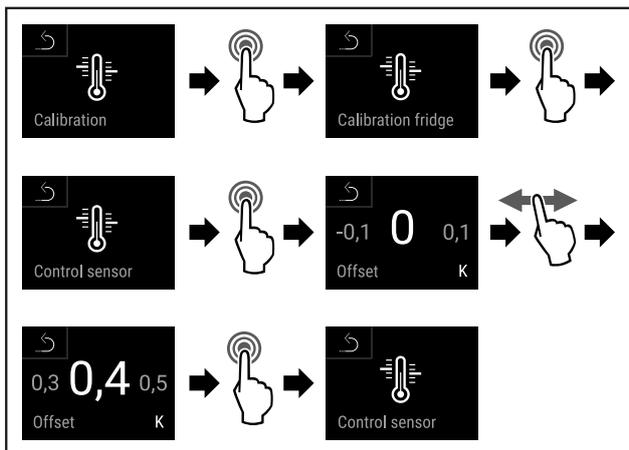

Fig. 137
- ▶ Handlungsschritte (siehe Fig. 137) durchführen.